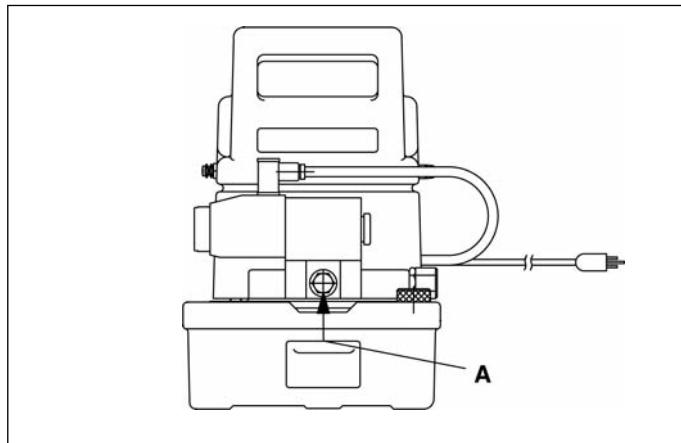

Figure 4
- Le flexible hydraulique d'alimentation du vérin se connecte à la sortie A du distributeur (Figure 4).